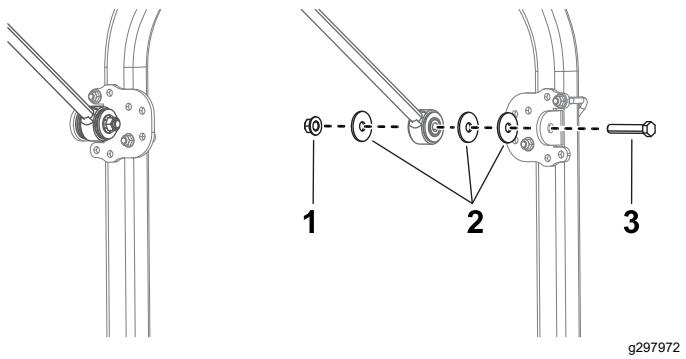

Рисунок 13
13. С каждой стороны машины прикрепите, не затягивая, кронштейн подпорки к каждой подпорке с помощью болта ($\frac{1}{2} \times 2\frac{3}{4}$ дюйма), 3 больших шайб и фланцевой гайки ($\frac{1}{2}$ дюйма), как показано на Рисунок 13.